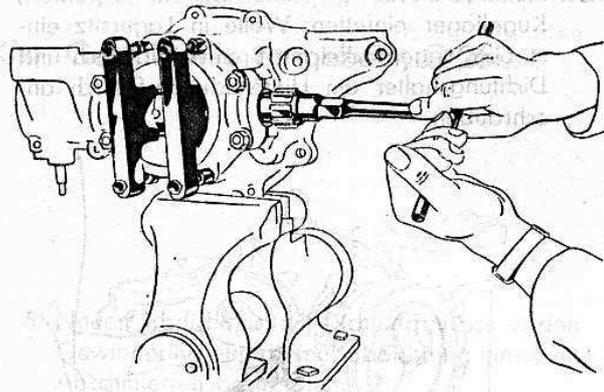

Bild 180
- f) Die Welle mit dem Fräser in die hintere Bohrung einführen und mit Hilfe eines Steckschlüssels unter leichtem Druck durchfräsen (Bild 180).